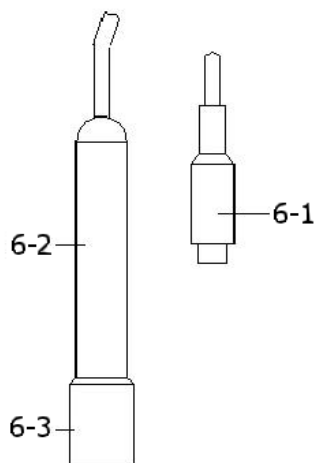

Fig. 3
- 1) Prepare la sonda de conductividad (opcional, CDPB-03), instale el "Enchufe de la sonda" (6-1, Fig. 3) en el conector "CD" (3-15, Fig. 1).
- 3) Sujete el mango de la sonda (6-2, Fig. 3) con una mano e introduzca totalmente el "Cabezal del sensor" (6-3, Fig. 3) en la solución a medir. Mueva la sonda para dejar que la burbuja de aire interna salga de la cabeza del sensor.
- 2) Instale el "enchufe de la sonda" (6-1, Fig. 3) en el conector "CD" (3-15, Fig. 1).
- 4) Sujete el "Mango de la sonda" (6-2, Fig. 3) con una mano e introduzca completamente el "Cabezal del sensor" (6-3, Fig. 3) en la solución a medir. Mueva la sonda hasta que la burbuja de aire interna salga de la cabeza del sensor. En la pantalla aparecerán los valores de conductividad mS (uS).